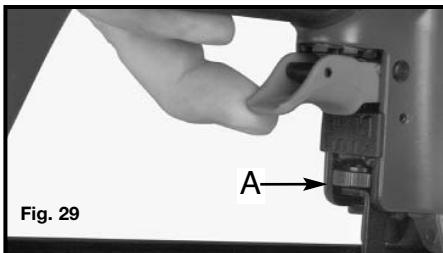

Fig. 29
La profondeur à laquelle un clou est enfoncé est contrôlée par la poignée de réglage de profondeur (A) Fig. 29. La profondeur de l'entraînement est réglée en usine en fonction d'un réglage nominal. Faites un essai de tire avec une attache et vérifiez la profondeur. Si un changement est requis, tournez la poignée de réglage (A) Fig. 29. La poignée de réglage a une résistance d'encliquetage tous les quarts de tour. Tournez la poignée (A) Fig. 29 vers la droite pour accroître la profondeur de l'entraînement, tournez la poignée vers la gauche pour diminuer cette même profondeur. Faites un essai de tire d'attache et vérifiez la profondeur. Répétez au besoin pour obtenir les résultats désirés. La quantité de pression d'air varie selon la dimension de l'attache et le matériau qui est attaché. Faites des essais avec le réglage de la pression d'air afin de déterminer le réglage le plus bas qui puisse faire le travail nécessaire. La pression d'air en surplus de celle requise peut causer une usure prématuée ou des dommages à l'outil.